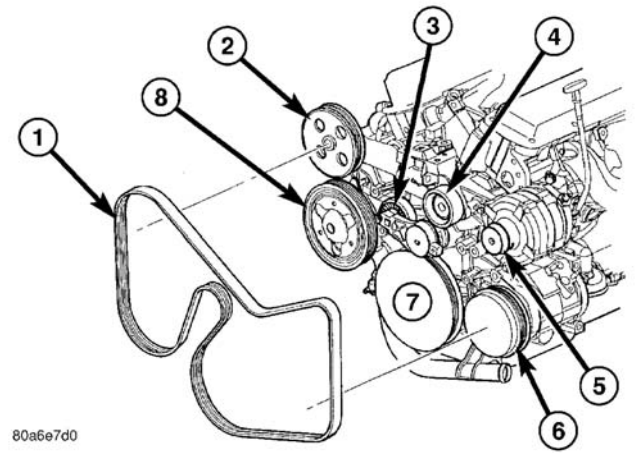

图 11 附件驱动皮带
- (5) 卸下附件驱动皮带（图 11）。
- (6) 小心地将张紧器放回放松位置。
- (1) 将驱动皮带安装到除曲轴外的所有皮带轮上（图 11）。